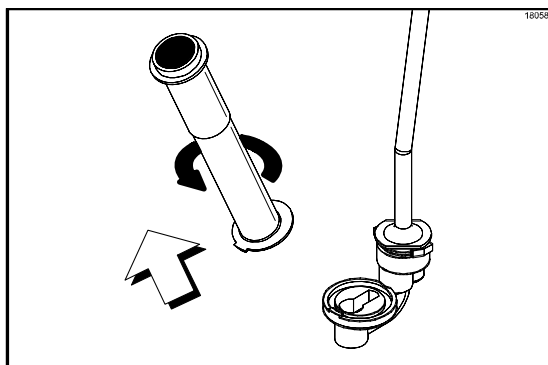

Abbildung 79
11. Zylinder vom Ventilkörper durch Drehen im Gegenuhrzeigersinn abnehmen. (Siehe Abbildung 79.)